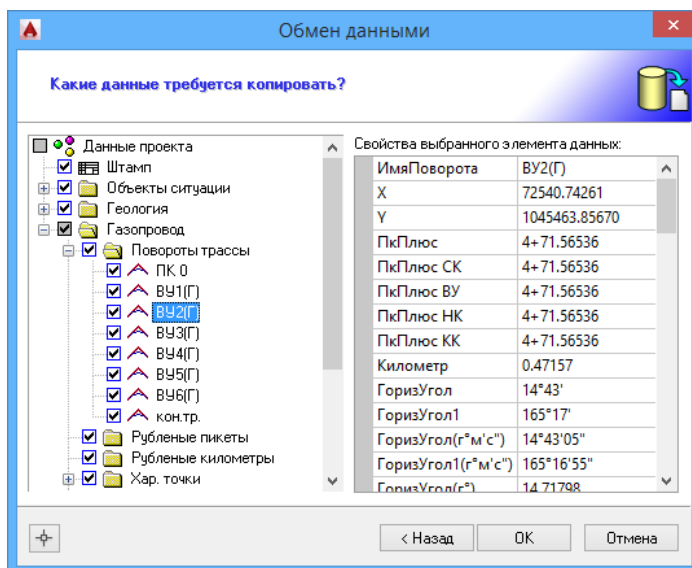

Рис. 14 Обмен данными - выбор объектов.
4. Режим *Выбрать данные вручную* применяется для сохранения объектов, не принадлежащих трассе (см. рис. 14).